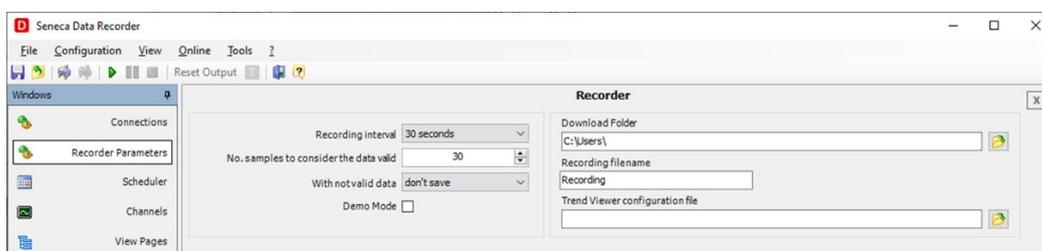

Figura 5. Parametri Registratore
- l'intervallo di campionamento (minimo 1 secondo, massimo 30 minuti) (**Figura 5 pag. 14**);
- il percorso in cui salvare il database con i dati registrati e il nome da assegnare al database (**Figura 5 pag. 14**);